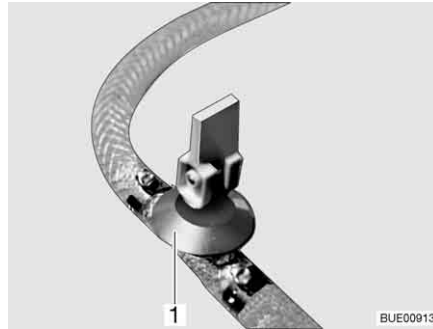
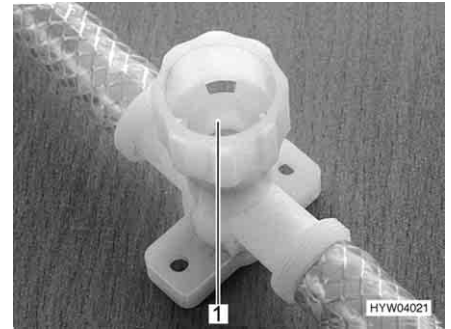

Bild 242 Avtappningskran (med vipparm)
Bild 243 Avtappningskran (med vred)
- Stäng alla avtappningskranar. Ställ för detta avtappningskranens vipparm (Bild 242,1) vågrätt eller vrid avtappningskranens kran (Bild 243,1) medurs.